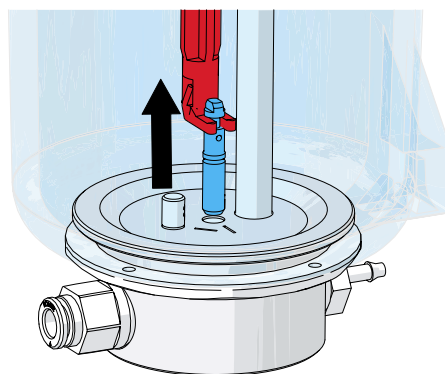

Fig. 12
- ⇒ Saisir la buse de dosage avec l'outil et la retirer en tirant vers le haut (Fig. 12).